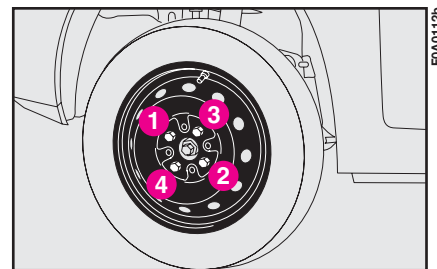

fig. 11
**19)** Serrare a fondo i bulloni, passando alternativamente da un bullone a quello diametralmente opposto, secondo l'ordine numerico illustrato in fig. 11.